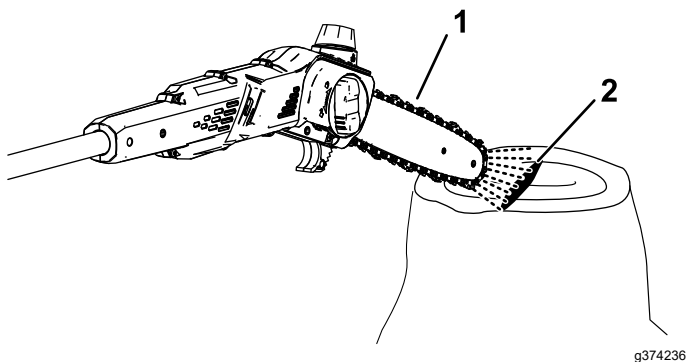

Figure 17
2. Pour vérifier que l'huile arrive jusqu'à la chaîne, pointez le nez de l'élagueuse à quelques centimètre/pouces au-dessus d'une surface (papier, carton, souche, etc.) et démarrez l'élagueuse; un peu d'huile devrait être pulvérisé sur la surface (Figure 17).